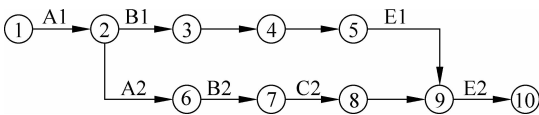

图 1-1 网络计划图(缺项)
项目部按表 1-1 绘制网络计划图如图 1-1 所示。
1. 根据表 1-1 补充完善图 1-1 所示的网络计划图。